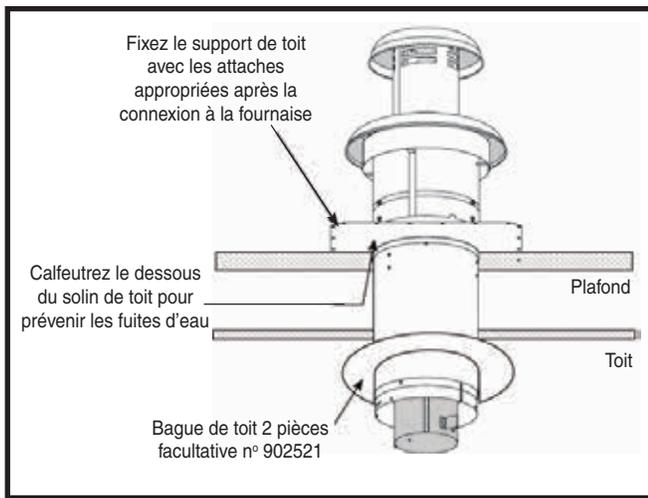
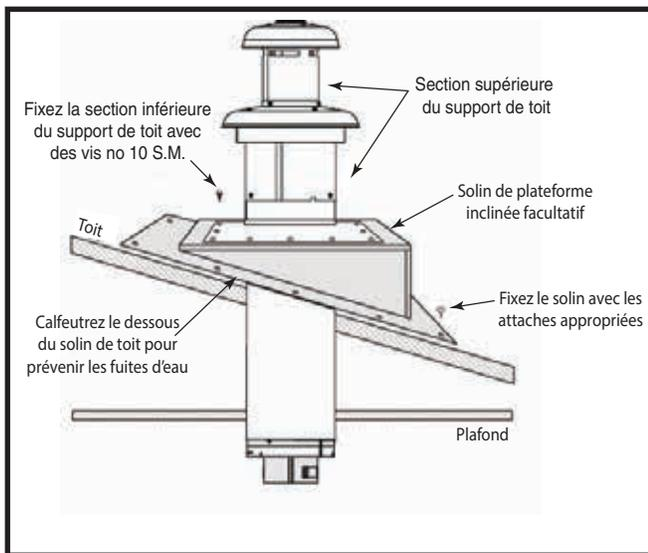

Figure 20. Toit plat
Figure 21. Toit incliné
- Appliquez un produit de calfeutrage sous le solin du toit pour former une bande continue d'au moins 3/8 po de largeur sous le périmètre du solin. Pour un toit plat, consultez la Figure 20, ou la Figure 21 \(page 12\) si le toit est incliné.